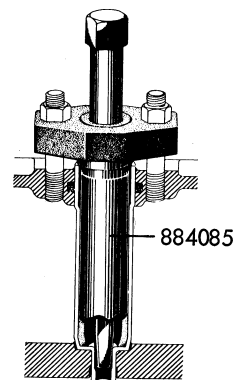

Figure 8. Evasement des douilles d'injecteurs.
3. Lubrifier l'outil d'évasement No 884085 (voir figure 8) et l'enfoncer dans la douille (en veillant à ce que l'axe de l'outil soit bien revissé en arrière).